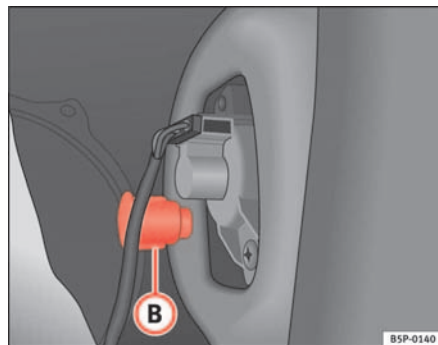

Fig. 189 Luci di posizione/arresto
- Svitare la parte in plastica ⇒ fig. 189 **B** che fissa l'indicatore. Per iniziare a girare, eventualmente aiutarsi inserendo il cacciavite nella parte.